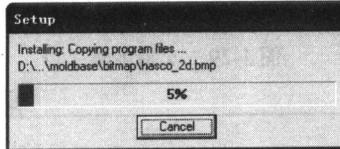

图 1-31 安装步骤 (3)
(5) 单击 Next 按钮, 等待自动安装过程, 如图 1-31 所示。